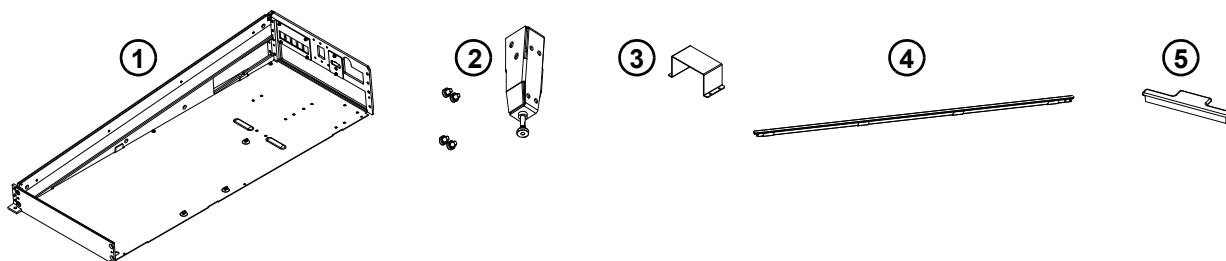

Figure 10. Composants d'un kit de bac de châssis (harnais de câbles non représentés)
- 3 Identifiez chaque composant (reportez-vous à la Figure 10), en notant s'il s'agit de petits ou grands bacs de châssis. Certaines étapes de la procédure d'assemblage peuvent varier en fonction de la profondeur des bacs (petits ou grands), comme mentionné dans ces instructions.